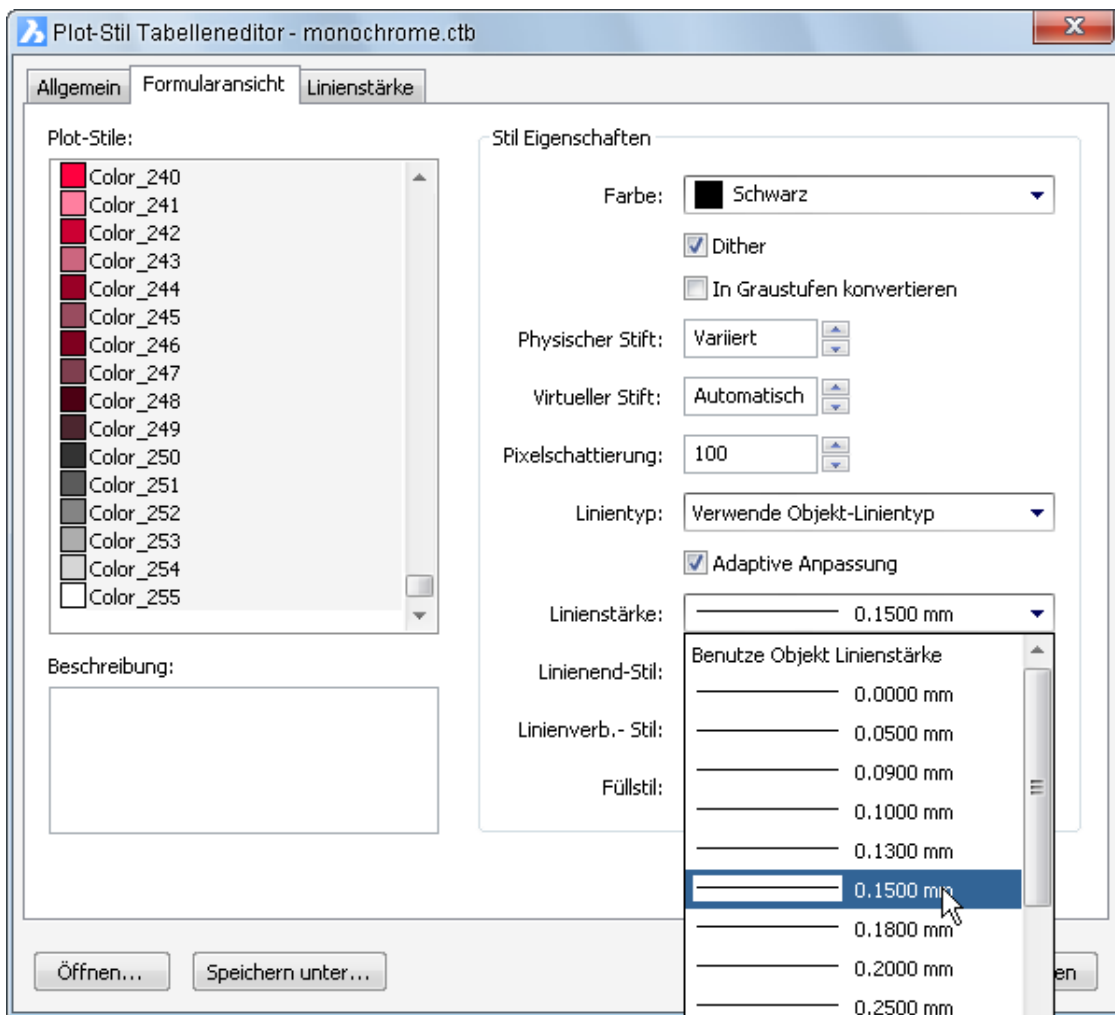

Bild 1.7 – Definition der Linienstärken
- Definieren Sie nun die *Linienstärke 0.1500 mm*, die somit für alle Plotstile vorgeschrieben ist (Abb. 1.7).